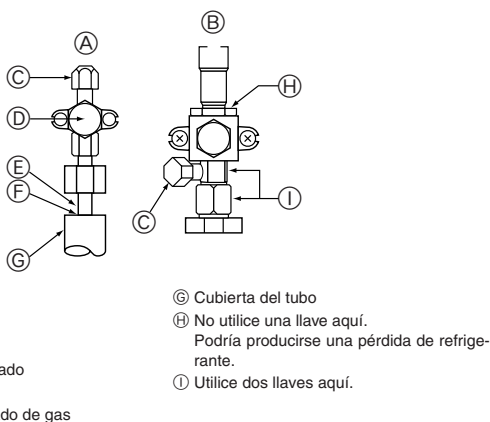

Fig. 4-5
- ⑤ Utilice un sellador para proteger las conexiones de los tubos y los extremos del material aislante no se impregnen de agua.
4.4. Prueba de fuga de gas del tubo de refrigerante (Fig. 4-5)